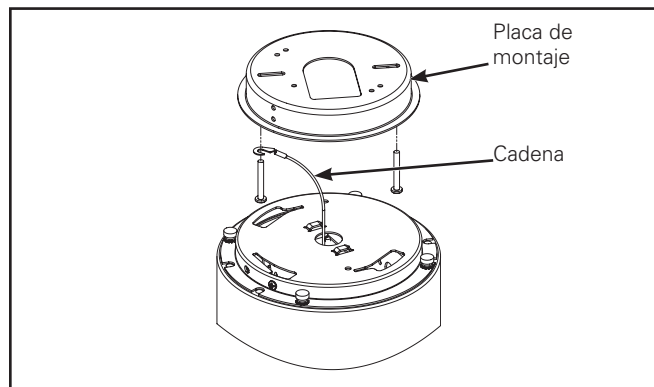

Figura 3.
4. Sujete la cadena debajo de uno de los tornillos de montaje de la caja de derivación (Figura 3.).